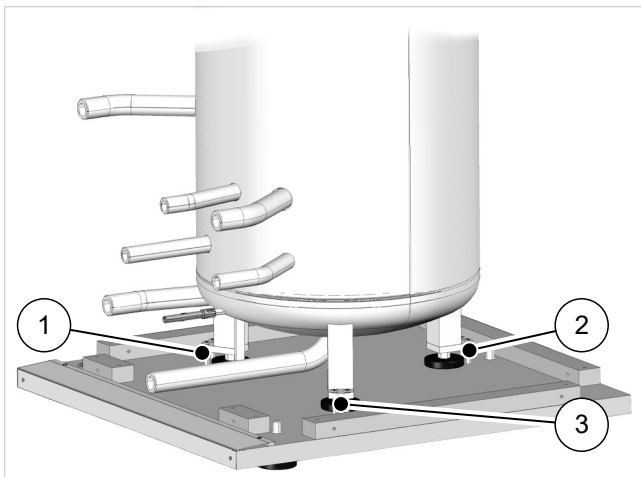

Abb. 10: Bodenplatte demontieren
4. Den Speicher von der Bodenplatte lösen (→ Abb. 10), dazu an den Positionen (1) bis (3) jeweils beide Schrauben lösen.